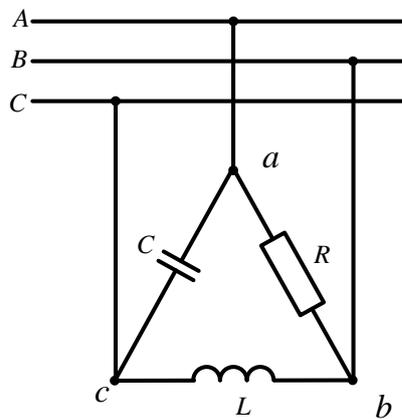

Рисунок 54
**Задача 57.** К трехпроводной трехфазной линии (рис. 54) с линейным напряжением  $U_{\text{Л}}=380\text{В}$  подключен трехфазный приемник, соединенный треугольником:  $R=10\text{Ом}$ ,  $x_L=10\text{Ом}$ ,  $X_C=10\text{Ом}$ . Рассчитать токи в фазах и в линии, построить совмещенную векторную диаграмму напряжений и токов.